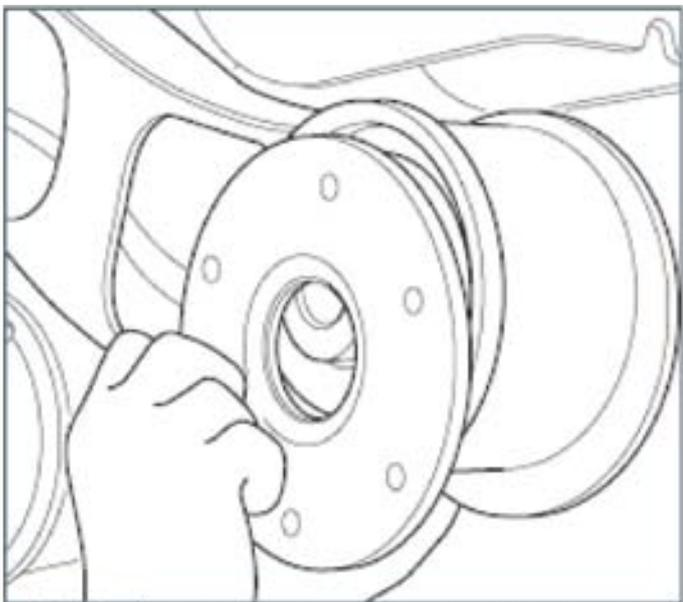

Abb. 4.26
9. Bauen Sie die Verschleißscheiben und die Stahlinnenhülsen von den Drehzapfenbuchsen ab (Abb. 4.26 und 4.27).